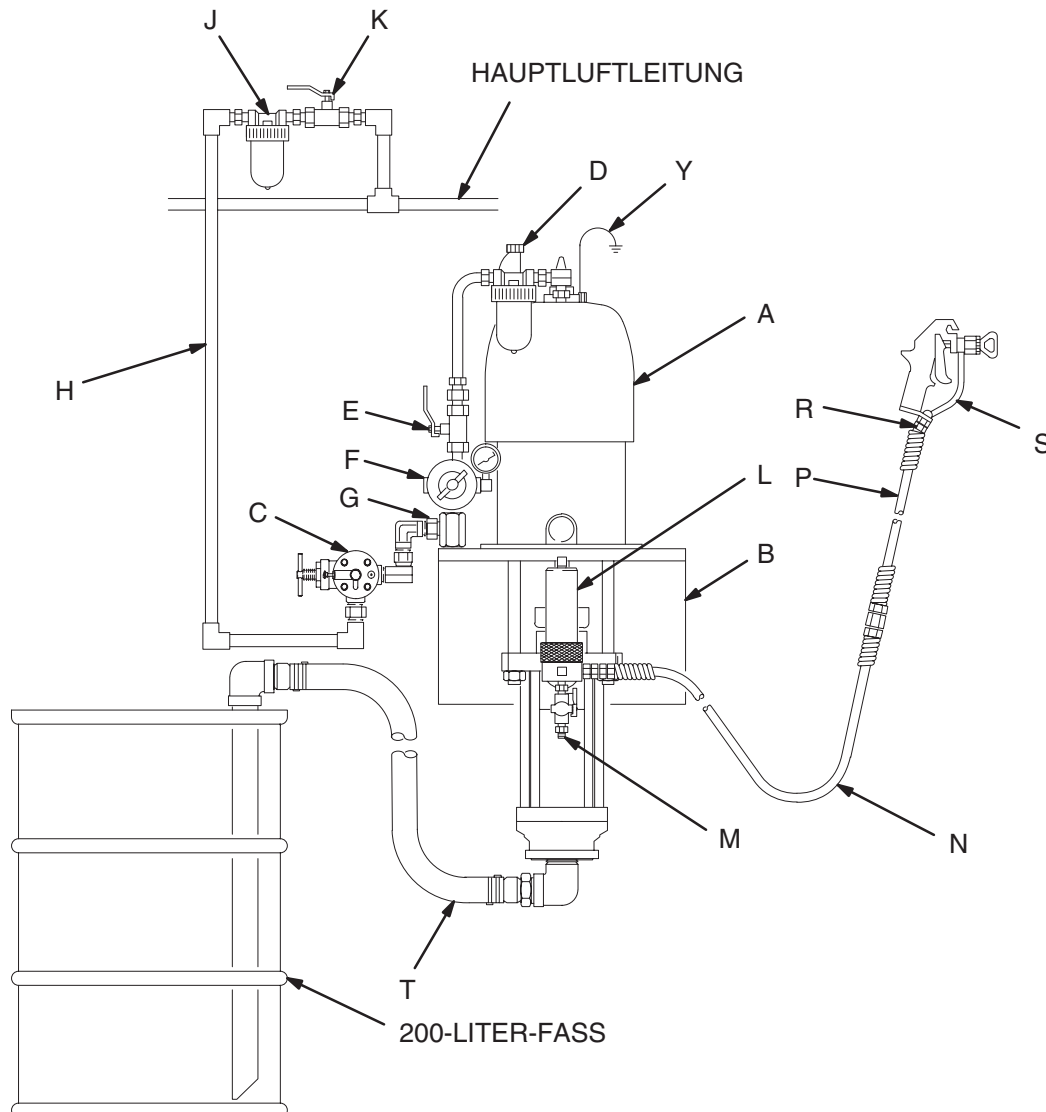

Abb. 3
Abb. 3 stellt nur eine Hilfe für die Auswahl und den Einbau von Systemkomponenten und Zubehörteilen dar. Ihr Graco-Händler hilft Ihnen gerne bei der Zusammenstellung eines Systems, das Ihren jeweiligen Anforderungen entspricht.
Die Montage der Pumpe (A) muß der geplanten Installation des Systems entsprechen. Abb. 3 zeigt ein System, das auf einem Fahrgestell montiert ist. Für Pumpenabmessungen und Montagebohrungen siehe Seite 43 und 44.
Die nachfolgenden Zubehörteile so installieren, wie dies in der Abb. 3 gezeigt wird. Falls nötig, Adapter verwenden.
Die folgenden Zubehörteile an den in Abb. 3 gezeigten Stellen installieren und bei Bedarf Adapter verwenden:
- Ein **Materialfilter (L)** mit einem 60 Mesh (250 Mikron) Element aus Edelstahl zum Filtern von Partikeln aus dem Material, wenn dieses aus der Pumpe austritt. Der Filter enthält einen **Druckentlastungshahn (M)**, der im System zum Entlasten des Drucks in Schlauch und Pistole benötigt wird (siehe **WARNUNG** links).
- Eine **Pistole oder ein Dosierventil (S)** zum Auftragen bzw. Ausstoßen des Materials. Die in Abb. 3 gezeigte Pistole ist eine Airless-Spritzpistole für Materialien mit leichter bis mittlerer Viskosität.
- Ein **Pistolendrehgelenk (R)** gibt der Pistole mehr Bewegungsfreiheit.
- Ein **Ansaugsatz (T)** ermöglicht es der Pumpe, Material aus einem 200-Liter-Faß anzusaugen.